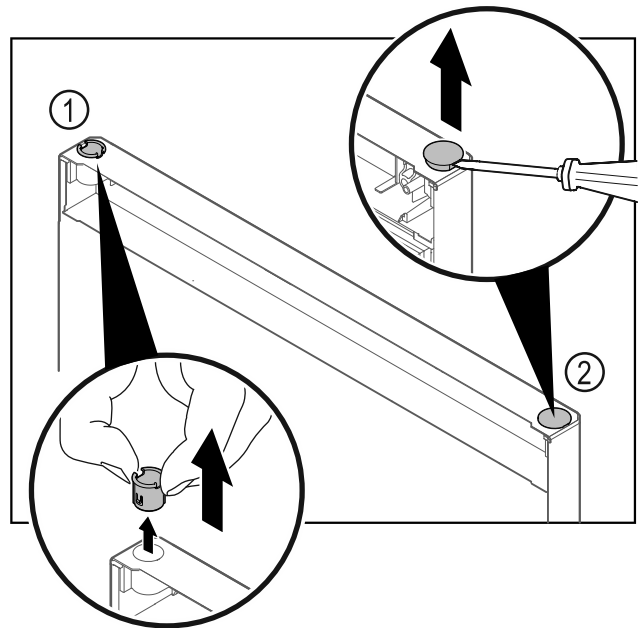

Fig. 28
- ▶ Scharnierbuchse Fig. 28 (1) mit den Fingern herausziehen.
- ▶ Abdeckstopfen Fig. 28 (2) vorsichtig mit einem Schlitzschraubendreher anheben und herausziehen.